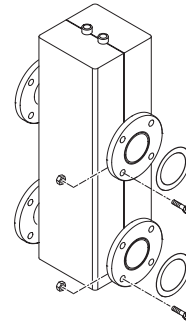

Fig. 8
1.11 COMPENSATEUR HYDRAULIQUE COD. 8101552 POUR "MURELLE EQUIPE 220-330" (à demander à part) (fig. 8)